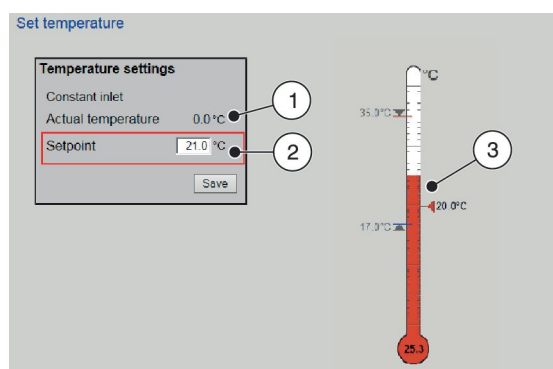

Рис. 47: Задание уставки температуры
Уставка «Температура» (Рис. 47) показывает текущую температуру и позволяет задать уставку температуры.
- Введите заданное значение температуры в поле «Уставка» (Рис. 47/1) или переместите красный треугольник на термометре (Рис. 47/3) на требуемое заданное значение температуры.
- Нажмите на «Сохранить» (Рис. 47/2).